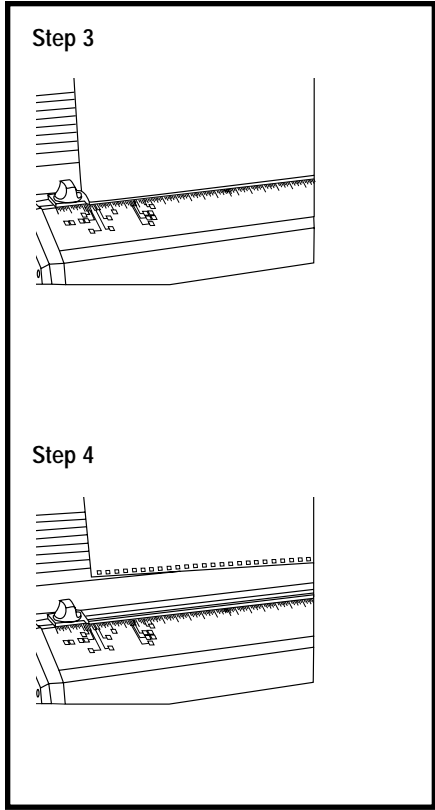

Figure 6
**Step 3: Insert Paper Into Machine:** Insert a small stack of paper (use the same size as the document to be punched) completely into the Punching Throat (Figure 1b, O). For this check, four to five pieces of paper are easiest to handle. Slide the paper to the left until it touches the Edge Guide (see Figure 6).
<p>as needed until the spacings are correct.</p> <p>For Sheets Larger Than the Maximum Punch Width: Because of its open end Punch Throat design, you can use your MP2500iX to punch non-standard sheet sizes that are larger than the maximum width of paper that can be punched in one operation. Note that multiple steps are required to punch these larger sheets of paper. Some experimentation will be required to determine the correct position for the Edge Guide. Follow Steps 1 – 4 listed above, “For Sheets Smaller Than The Maximum Punch Width,” to correctly position and test the Edge Guide.</p> <p>Helpful Hint: You may need to remove some of the Punch Pins for proper punching of some combinations of paper sizes and punching patterns. This is quickly and easily accomplished. To remove Punch Pins from Die Sets, follow these instructions:</p> <p>Removing Punch Pins:</p> <p>Step 1: Determine Punch Pins To Be Removed: Note: you will be punching the paper two times, first one half, then the other. To prepare for this operation first place a single sheet of paper (that is the same size as the document to be punched) beside the Die Set. Carefully fold the sheet in half. Holding the half sheet up to the pins, determine which pins will be required to punch HALF of the paper.</p> <p>Step 2: Remove the extra punch pins. Gently press down on the top rail of the die Set. Unlatch the hook end of the Pin Retainer Rail (beside the Die Set Handle) and swing it free from the top of the Punch Pins. Pull the Punch Pins out that are not required. Reattach the Punch Pin Retainer. (See Figure 6)</p>	<p>perforati dal supporto. Prendere un foglio perforato e sistemarlo in modo che i fori si trovino lungo il bordo del foglio più distante dall'operatore. Con una riga misurare la distanza dal bordo sinistro del foglio al centro del foro perforato più vicino al bordo. Se la guida per i bordi è correttamente allineata, la distanza sarà esattamente 0,531" (13,5 mm). In caso contrario, regolare la guida, perforare altri due o tre fogli di prova e ricontrollare le distanze. Ripetere la procedura finché le distanze non sono corrette.</p> <p>Fogli di dimensioni superiori alla larghezza massima di perforazione: Il supporto per la perforazione di tipo aperto, consente di utilizzare MP2500iX per perforare fogli di dimensioni non standard maggiori della larghezza massima della carta perforabile in una sola operazione. La perforazione di questo tipo di fogli avviene in fasi multiple. Inoltre, occorrerà effettuare alcune prove per determinare la posizione corretta della guida per i bordi. A tal fine procedere come indicato nelle fasi da 1 a 4 di cui sopra relative a “Fogli di dimensioni inferiori alla larghezza della perforatrice”.</p> <p>Suggerimento: Per la corretta perforazione di alcune combinazioni di formati carta e tipi di perforazione può essere necessario togliere alcuni perni dallo stampo. Per effettuare questa rapida e facile operazione, seguire le istruzioni indicate:</p> <p>Rimozione perni di perforazione:</p> <p>Fase 1: Individuare i perni di perforazione da rimuovere: Nota: occorrerà perforare la carta due volte, prima una metà poi l'altra. Per preparare questa operazione, posizionare un foglio di carta (delle stesse dimensioni di quella del</p>